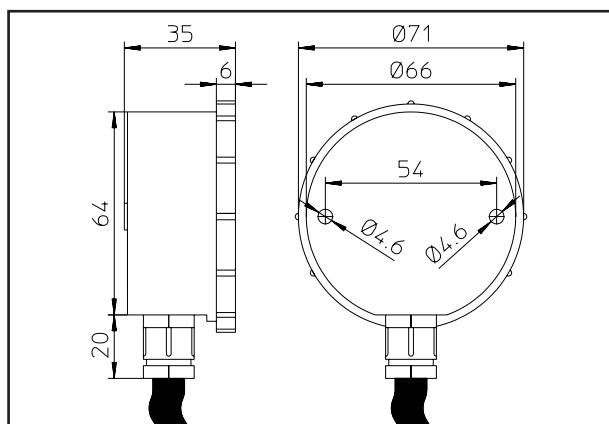

Fig. 1
- Sonda esterna di temperatura per il controllo della zona in Alta Temperatura. Per regolare la temperatura dell'acqua di mandata del solo impianto Alta Temperatura in funzione della temperatura esterna, è possibile collegare una sonda esterna direttamente alla scheda di regolazione sui morsetti 38 e 39 del connettore "X9" (pag. 4). La correlazione fra temperatura di mandata impianto e temperatura esterna è determinata dalla posizione del selettore temperatura riscaldamento (2) presente sul pannello comandi caldaia (pag. 20), secondo le curve rappresentate nel diagramma con mandata in Alta Temperatura (Fig. 1 pag. 6).